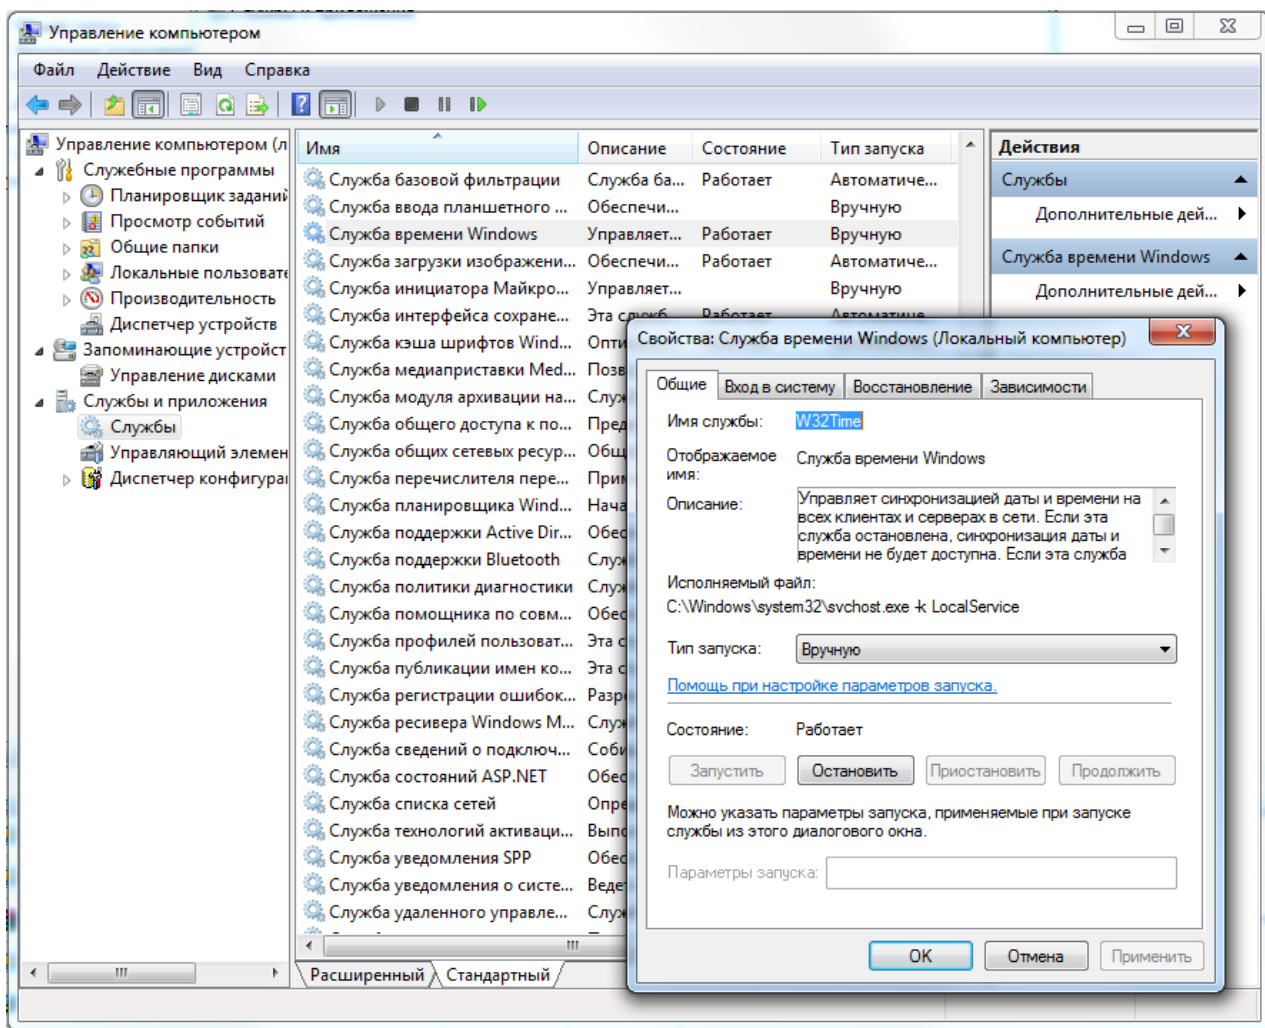

Рис. 11.3.1 Настройка типа запуска службы времени
- установить типа запуска службы времени Windows – «Вручную» (кнопка «Пуск» -> «Компьютер» -> ПКМ «Управление» -> «Службы» -> «Служба времени», см. Рис. 11.3.1);